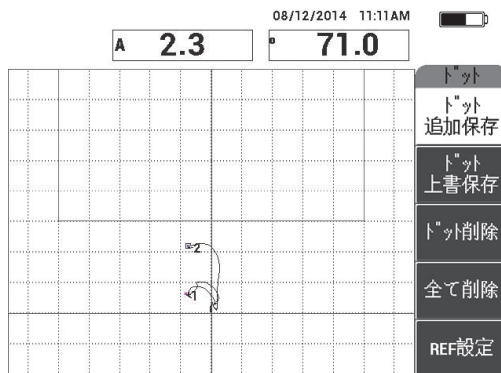

図 6-41 2 番目のドットが記録されます。
7. 2 番目の剥離部の上でプローブをゆっくりと滑らせ、**ドット追加保存**（A キー）を押して 2 番目のドットを記録します（162 ページの図 6-41 参照）。